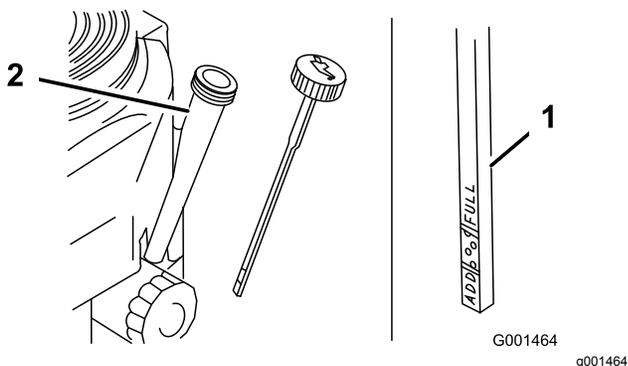

図 17
3. ディップスティック 図 17 の周囲をきれいに拭く。
4. ディップスティックを抜き取ってオイルを拭き取る 図 17。
5. 補給口にディップスティックを奥まで差し込む。ねじ部を締め込まないこと 図 17。
6. ディップスティックを引き抜いて油量を点検する。オイル量が FULL マークと ADD マークの間であればよい 図 17。